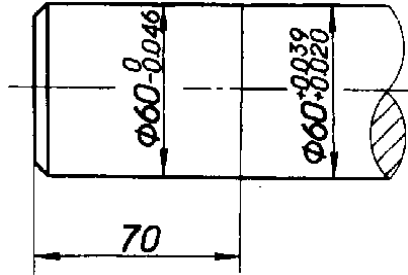

图 12
2.2.2 同一基本尺寸的表面，若具有不同的公差时，应用细实线分开，并按2.1条规定的形式分别标注其公差（图12）。